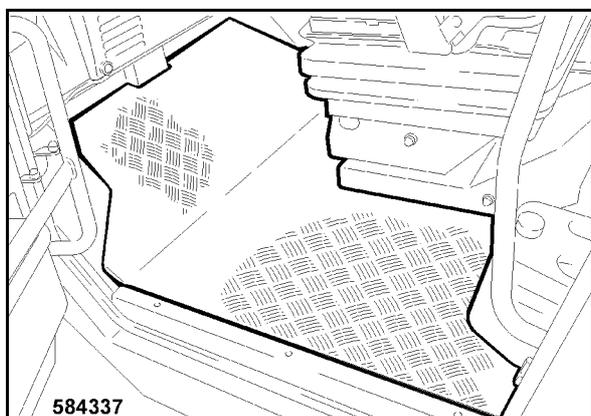

Рис. 222
- Положить коврик 1 (Рис. 222).